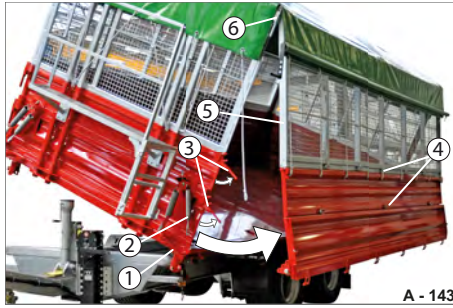

Abb. 149 Grundbordwand mit Stahlgitteraufsatz seitlich pendelnd
Die Verschlüsse des Stahlgitteraufsatzes (Abb. 149/6) müssen geschlossen bleiben!
Die Scharniere (Abb. 149/4) müssen gesichert sein!
- Entriegeln Sie die Zentralverriegelung (Abb. 149/1).
- Entriegeln Sie die Verschlüsse (Abb. 149/3) der Grundbordwand. Die Grundbordwand mit Stahlgitteraufsatz pendelt an den Verschlusszapfen des Stahlgitteraufsatzes. Die Ladefläche kann abgekippt werden.
- Verriegeln Sie die Grundbordwand mit der Zentralverriegelung (Abb. 149/1).
- Verriegeln Sie die Verschlüsse der Grundbordwand (Abb. 149/3).